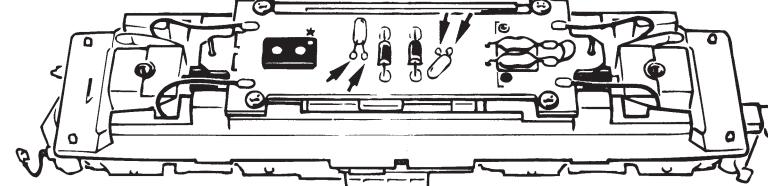

Fig. 7a
5. Kohlebürstenwechsel: Lokgehäuse abnehmen (Fig. 3). Danach wird der **Motor ausgebaut** und die **Kohlebürsten ausgewechselt** (Fig. 7a, 7b).
5. Remplacement des balais du moteur: Démontez la caisse (voir fig. 3.) Démontez ensuite le moteur et échangez les balais (fig. 7a, 7b).
5. Carbon Brush Changing: First **remove** loco body (fig. 3), and then the **motor** (fig. 7a, 7b).